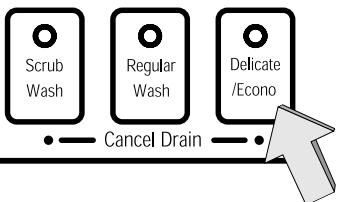

Figure 34/Illus. 34
2. Press and hold down the right-most of the two buttons labelled "Cancel Drain", as shown in Figure 34, then press and hold the On/Off button. When the light on the "Cancel Drain" button you are pressing illuminates, and the tone begins to sound, release both buttons.
- Presser et maintenir les deux touches de droites «Cancel Drain», voir figure 34, puis presser et maintenir la touche marche-arrêt. Lorsque le voyant sur la touche «Cancel Drain» s'allume et que la tonalité retentit, relâcher les deux touches.
- Pulse y oprima el botón a la derecha rotulado «Cancel Drain» (es decir Cancelar Evacuación), tal como muestra la Ilustración 34, después pulse y oprima el botón Prender/Apagar [On/Off]. Deje de oprimir ambos botones cuando se prenda la luz del botón «Cancel Drain» y el timbre empieza a sonar.